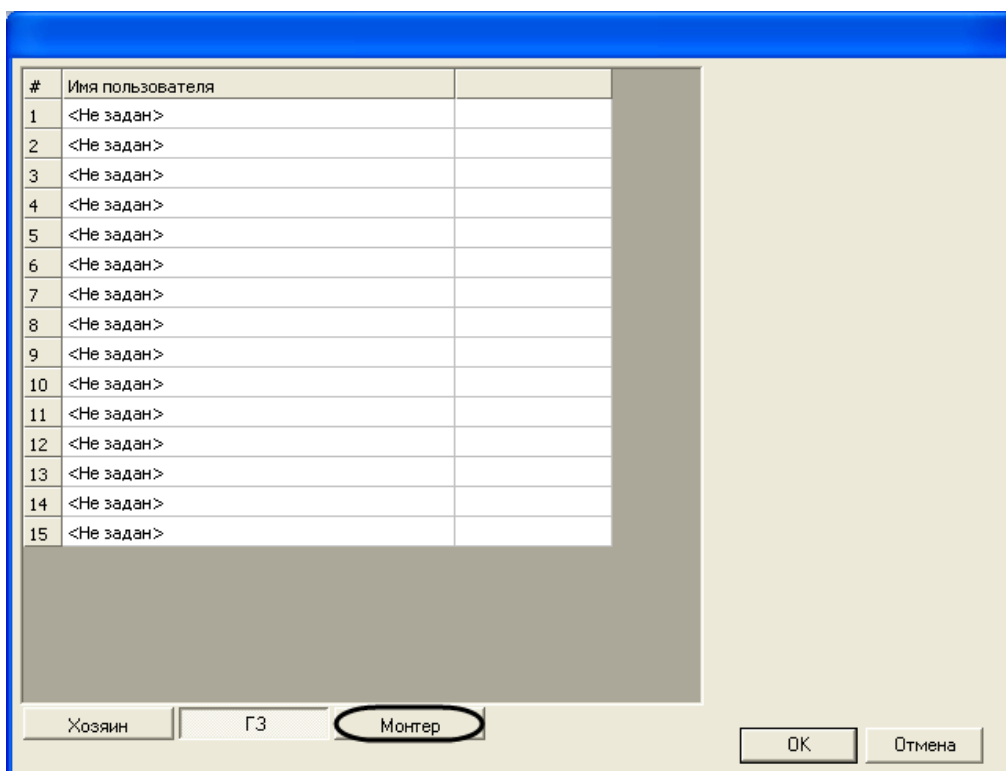

Рис. 3.3—7 Задание ключей типа **ГЗ**
- 5.1 Перейти на вкладку **ГЗ** (см. Рис. 3.3—7).
- 5.2 В столбце **Имя пользователя** выбрать, пользователя, созданного в ПК *Интеллект*, которому необходимо задать ключ типа **ГЗ** (см. Рис. 3.3—7).